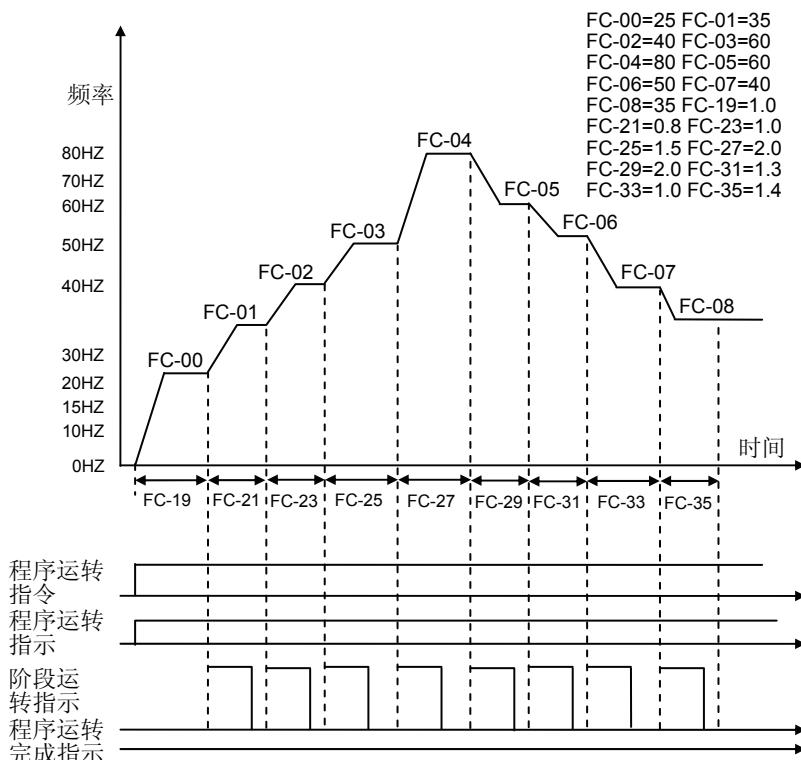

图 6-43A
- 动作说明：如图 6-43A 所示，当 F0-02=1、FC-16=1、FC-17=9、FC-18=N 时，变频器从第一段频率（FC-00）开始运行，直到运行最后一段频率（FC-08），且一直运行到最后一段频率，当接收到停止命令时停止运行。